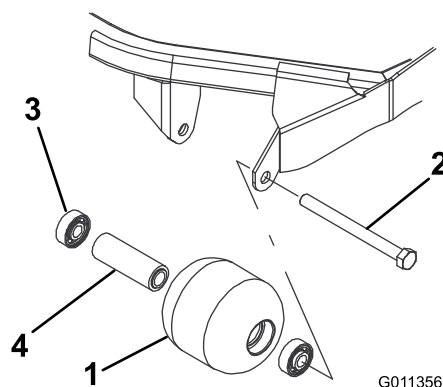

Figura 120
1. Rimuovete il bullone di montaggio del rullo (**Figura 120**).
distanziale del cuscinetto del rullo (Figura 120). Sostituite tutti i componenti danneggiati e procedete con il loro montaggio.
1. Montate il primo cuscinetto premendolo nell'alloggiamento all'interno del rullo (Figura 120). Premete soltanto sulla pista esterna o, in misura uguale, sulla pista interna ed esterna.
2. Inserite il distanziale (Figura 120).
3. Montate il secondo cuscinetto premendolo nell'alloggiamento all'interno del rullo (Figura 120). Premete in misura uguale sulla pista interna ed esterna, fino a quando la pista interna non tocca il distanziale.